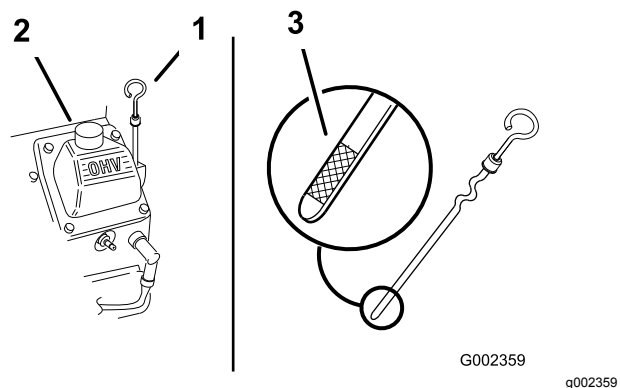

图 16
3. 清洁量油尺周围的区域图 16防止灰尘落入注油孔并损坏发动机。
4. 拧下量油尺并将端部擦拭干净图 16。
5. 将量油尺完全滑入加油管但切勿旋回管子图 16。
6. 慢慢向加油管图 16注入规定油量的大约 80%。